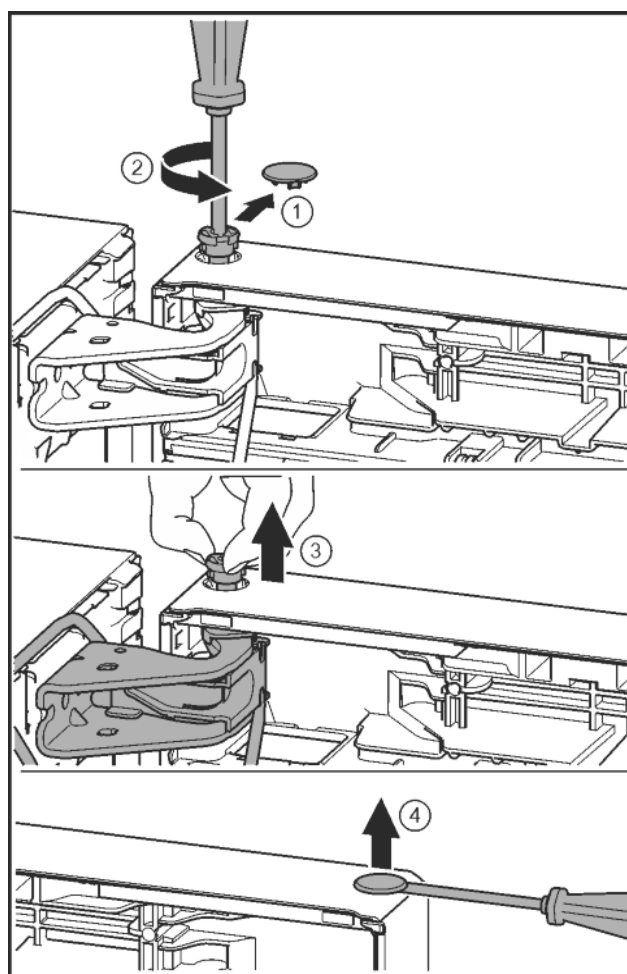

Fig. 21
- ▶ Opatrne vytiahnite poisťný kryt. Fig. 21 (1)
- ▶ Skrutkovačom T15 trochu vyskrutkujte čap. Fig. 21 (2)
- ▶ Pevne držte dvere a čap vytiahnite prstami. Fig. 21 (3)
- ▶ Plochým skrutkovačom opatrne nadvihnite a vyberte zátku z puzdra ložiska dverí. Fig. 21 (4)